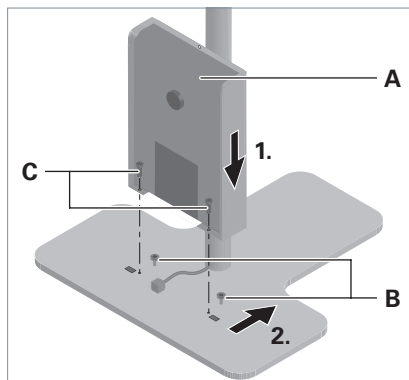

Fig. 2: Montare l'unità di alimentazione.
- Collocare l'unità di alimentazione **A** sulle viti **B** premontate sul piede dell'apparecchio, vedi Fig. 2.
- Spingere l'unità di alimentazione fino all'arresto in direzione del tubo di sostegno, vedi Fig. 2.
- Fissare l'unità di alimentazione al piede dell'apparecchio mediante le due viti **C** fornite in dotazione, vedi Fig. 2.